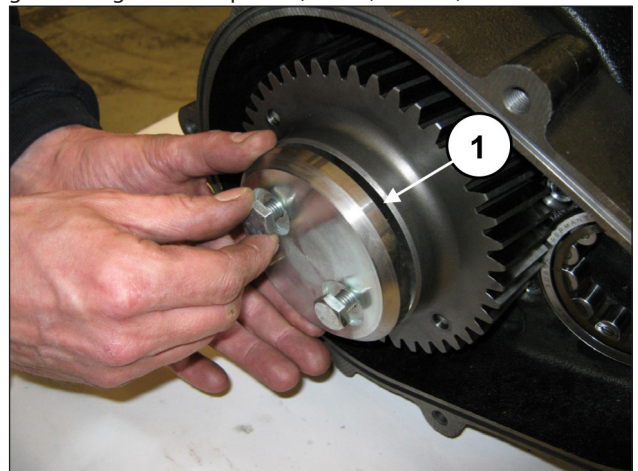
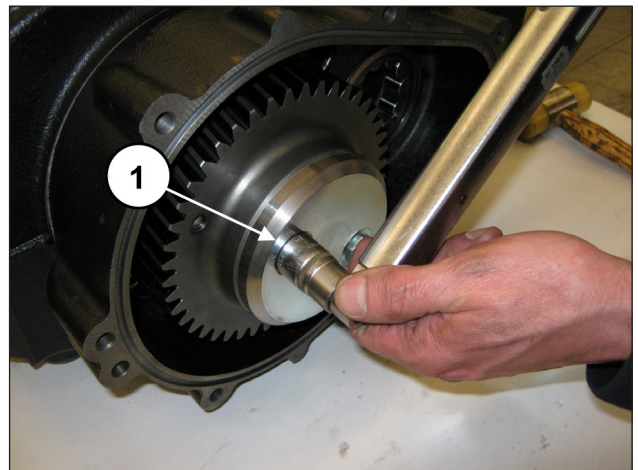

Abb. 76
Abb. 77
Befestigen Sie die Zahnkranzarretierung (Pos. ①, Abb. 76) mit den 2 Schrauben M10x25. Eichen Sie die Schrauben mit einem Drehmomentschlüssel gemäß Angaben in Kapitel 3 (Pos. ①, Abb. 77).